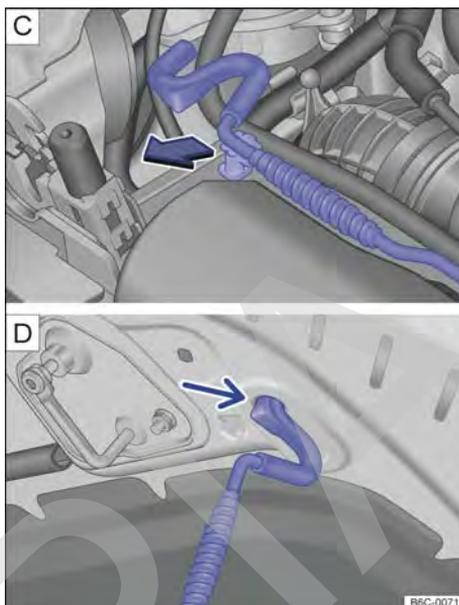

Fig. 146 C Varilla de sujeción de la tapa del compartimento del motor. D Tapa del compartimento del motor apoyada en la varilla de sujeción.
- Retirar la varilla de sujeción del soporte en el sentido de la flecha → fig. 146 C y colocarla en la abertura de la tapa del compartimento del motor → fig. 146 D. ▶
- Retirar la varilla de sujeción del orificio → fig. 146  y encajarla en el soporte del cierre → fig. 146 .